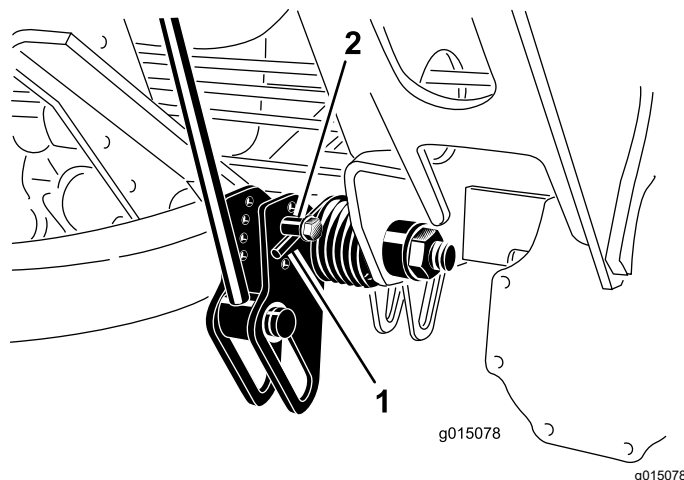

Figura 40
2. Infilate un tubo o un oggetto simile sull'estremità della molla lunga al fine di allentare la tensione della molla durante la messa a punto (Figura 40).
3. Mentre allentate la tensione della molla, togliete il bullone e il dado di bloccaggio che fissano l'attuatore della molla alla staffa (Figura 40).